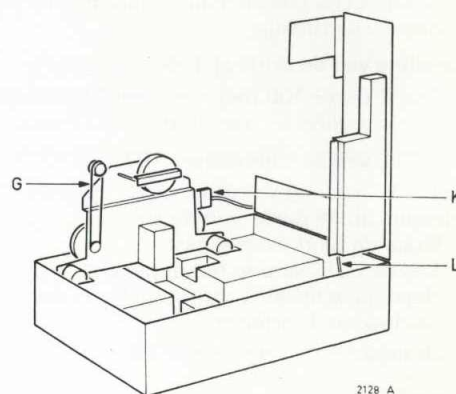

Fig. 5
- Nadat de vijf schroeven F verwijderd zijn, kan het complete loopwerk vertikaal in de kast worden gezet. Hiertoe zijn in de luidsprekerboxen uitsparingen aangebracht, waar in de beide spoelmotoren kunnen rusten. Ook in dit geval kan het apparaat nog normaal werken. De tellersnaar G moet dan wel losgemaakt worden (zie fig. 5). Om het loopwerk te verwijderen moet alleen stekker K worden losgenomen.